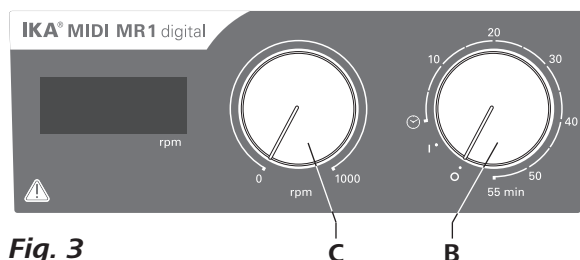

Fig. 3
- ☞ Slå på apparaten genom att vrida vridknoppen **"På/av"** och **"Timer" (B)** medurs till position **"1"**.
- ☞ Stäng av apparaten genom att vrida vridknoppen **"På/av"** och **"Timer" (B)** till position **"0"**.
- ☞ Slå på apparaten genom att vrida vridknoppen **"På/av"** och **"Timer" (B)** medurs förbi positionen **"☉"**.
- ☞ Ställ in motorvarvtalet med reglerknoppen **"Varvtal" (C)**, se **Fig. 3**. Motorvarvtalet kan ställas in till mellan 0 och 1000 rpm för **MIDI MR 1 digital** och till mellan 0 och 600 rpm för **MAXI MR1 digital**.